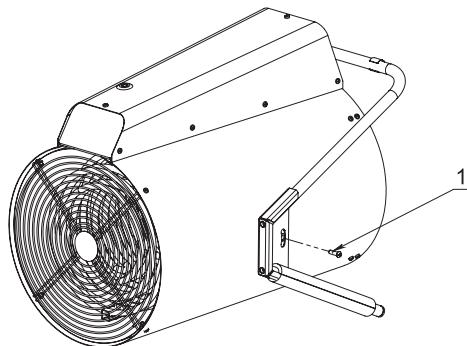

Рис. 1
Изделие находится в транспортировочном положении (Рис. 1). Для приведения прибора в рабочее положение необходимо выкрутить болт M6x20 (2 шт.) (1), как указанно на рис. 1.